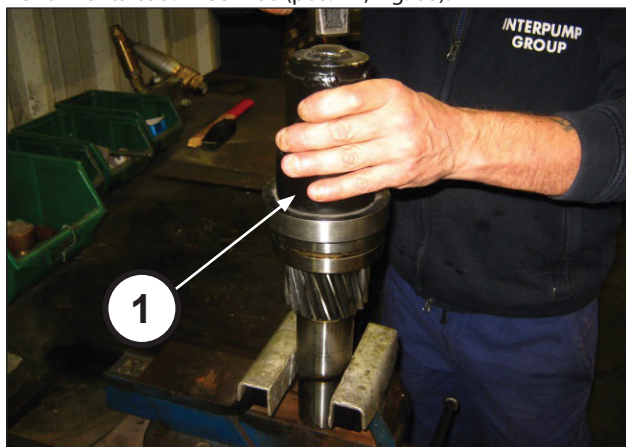

Fig. 68
Montar el cojinete 65x120x31 en el piñón utilizando la herramienta cód. 27887100 (pos. ①, Fig. 68).